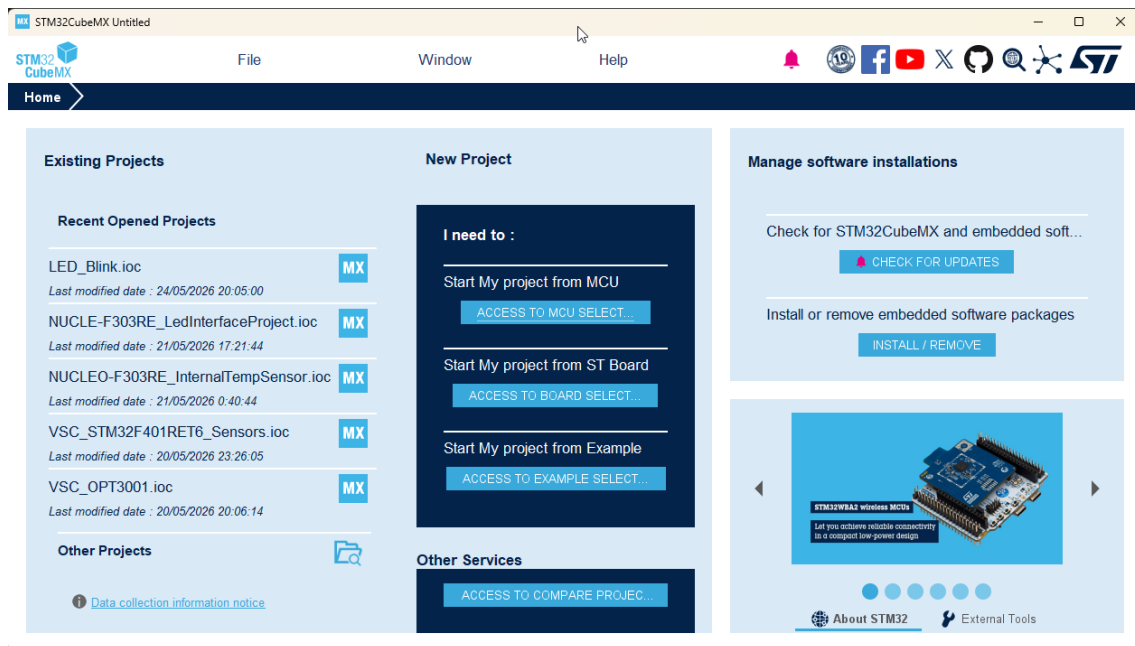

Figura 5: Interfaz de bienvenida de STM32CubeMX.
4. Seleccione la opción **Launch STM32CubeMX** en el menú lateral. Esto abrirá la interfaz de configuración gráfica de STM32CubeMX en una ventana independiente, tal como se muestra en la figura 5.